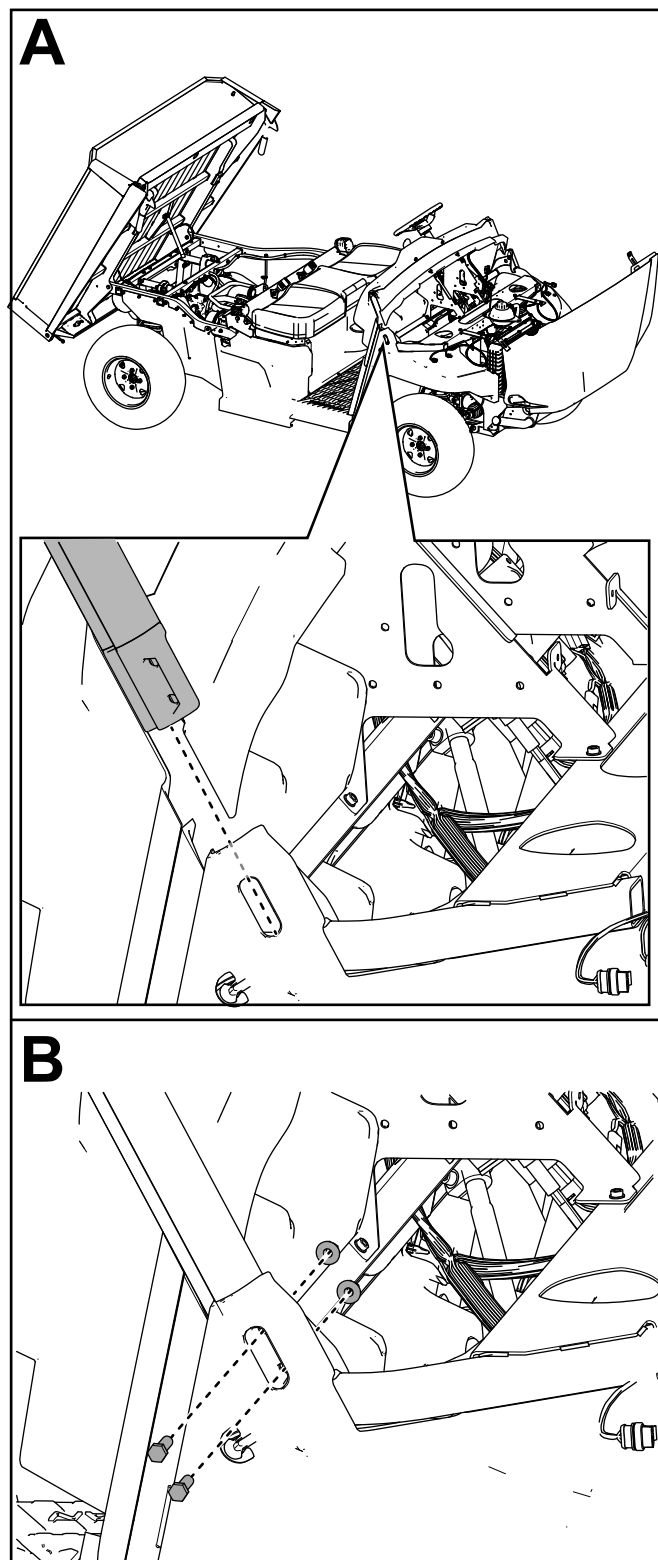

Figura 13
7. Sujete provisionalmente el conjunto derecho delantero de la barra antivuelco al soporte de montaje derecho de la barra antivuelco con 2 pernos de cabeza hexagonal ($\frac{3}{8}$ " x $1\frac{1}{4}$ ") y 2 contratuercas ($\frac{3}{8}$ "), como se muestra en la Figura 13.